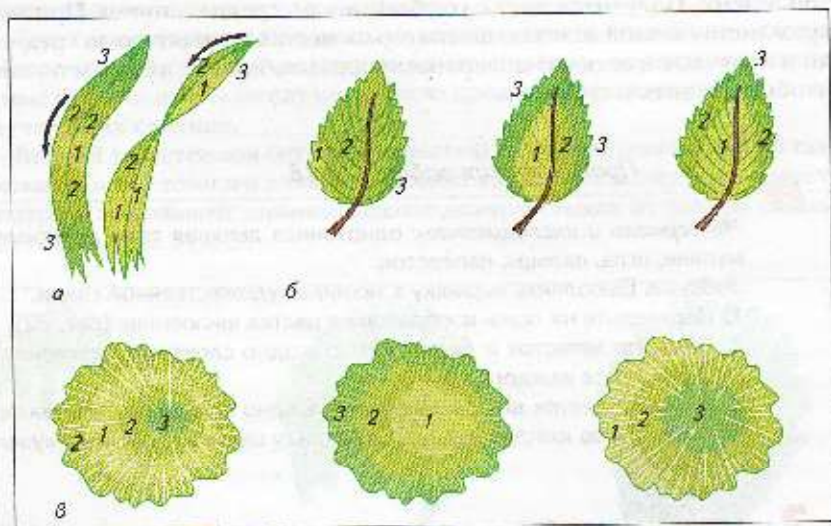

Рис. 33. Вышивание листьев: а — ленточных, б — зубчатых, фигурных и резных, в — круглых; 1 — самый светлый тон ниток, 2 — более тёмный, 3 — самый тёмный
Листья (рис. 33) в натюрморте вышивают нитками различных оттенков: весеннюю зелень — нежными, светлыми тонами, осенние листья — красновато-жёлтыми, бурыми или тёмно-зелёными с синевой.
*Ленточные листья* (рис. 33, а) выполняют художественной гладью, укладывая стежки вдоль листа. Выступы места вышивают более светлыми тонами, углубления — более тёмными, вливая один тон в другой без резких переходов, выделяя среднюю жилку листа светлым или тёмным тоном.
*Зубчатые, фигурные и резные листья* (рис. 33, б) при вышивке делят на две половинки по жилке и каждую часть застилают, начиная от верхушки листа, наклонными стежками к середине (жилке), плавно переходя к основанию листа.
*Круглые листья* (рис. 33, в) выполняют от края к центру, располагая стежки по радиусу.